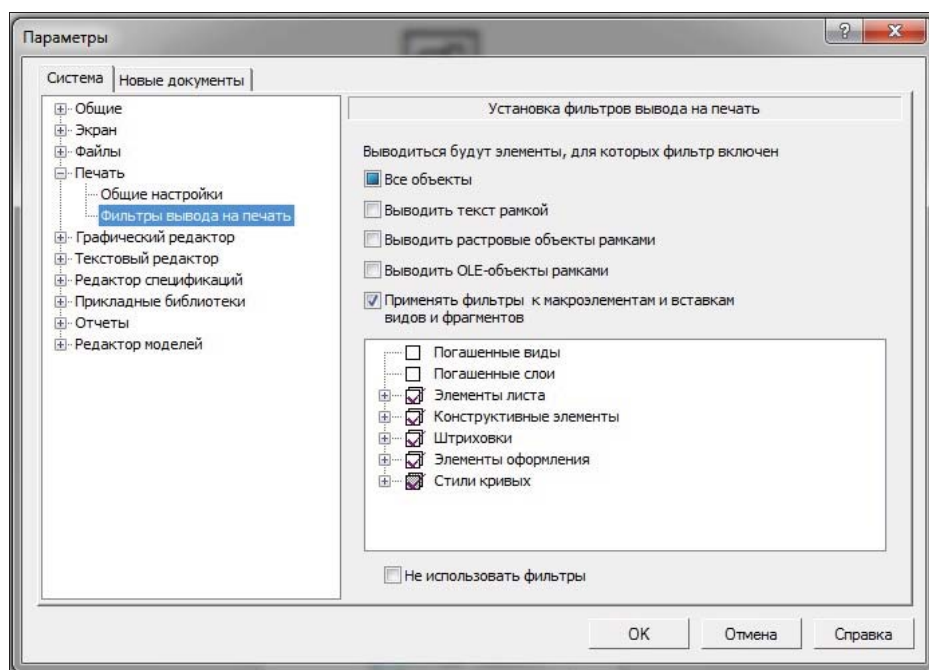

Рис. 17.2. Диалоговое окно Параметры с открытой панелью Установка фильтров вывода на печать
- ◆ щелкните ЛК мыши по пункту **Фильтры вывода на печать** — в правой части экрана появилась панель **Установка фильтров вывода на печать** (рис. 17.2). Введите такие изменения: